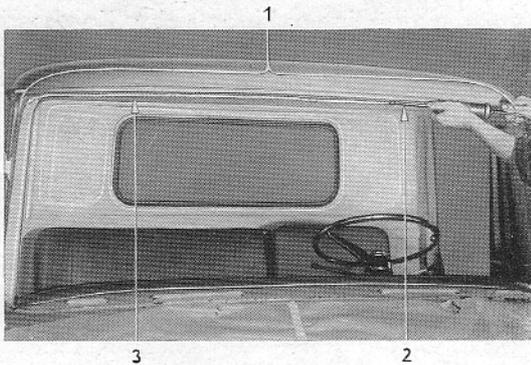
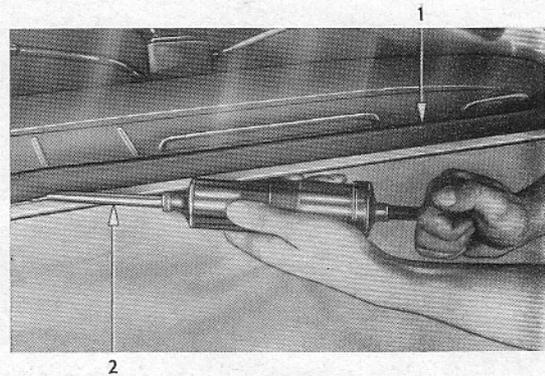

Bild 10 – Auf Außenseite des oberen Karosseriesteges Fensterdichtungsmasse auftragen
Bild 15 – Zwischen Gummifassung und Karosserie von Außenseite Fensterdichtungsmasse L 000 779/0 ausgießen (außer oberem Karosseriesteg)
6. Auf **Außenseite des oberen Karosseriesteges** von einer oberen Ecke bis zur anderen, wie Bild 10 zeigt, mit Druckspritze Fenster-
Karosserie-Außenseite ringsum zwischen Gummifassung und Windschutzscheibe (Bild 14) sowie zwischen Gummifassung und Karosserie (Bild 15) außer der Außenseite des oberen Karosseriesteges, auf den bereits vor Einbau der Windschutzscheibe Fensterdichtungsmasse aufgetragen wurde (Bild 10).